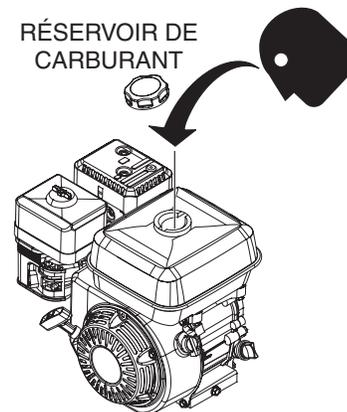

Figure 6. Vérification carburant
1. Faire une inspection visuelle (Figure 6) pour déterminer si le niveau de carburant est bas. Si le niveau est bas, faire le plein avec de l'essence sans plomb.